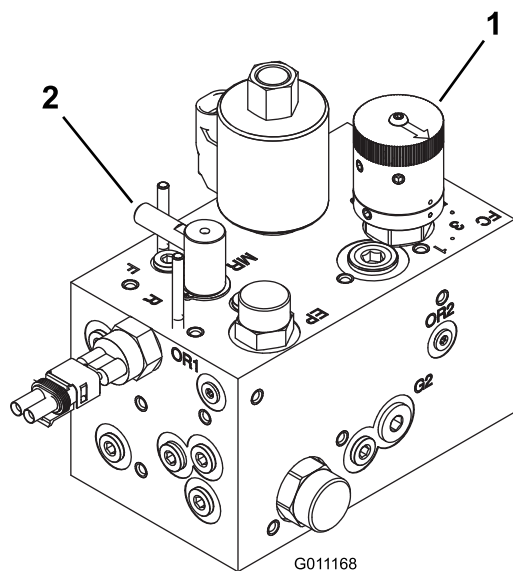

図 39
3. リール速度コントロールノブ 図 39を、ステップ1で決めた番号に合わせる。